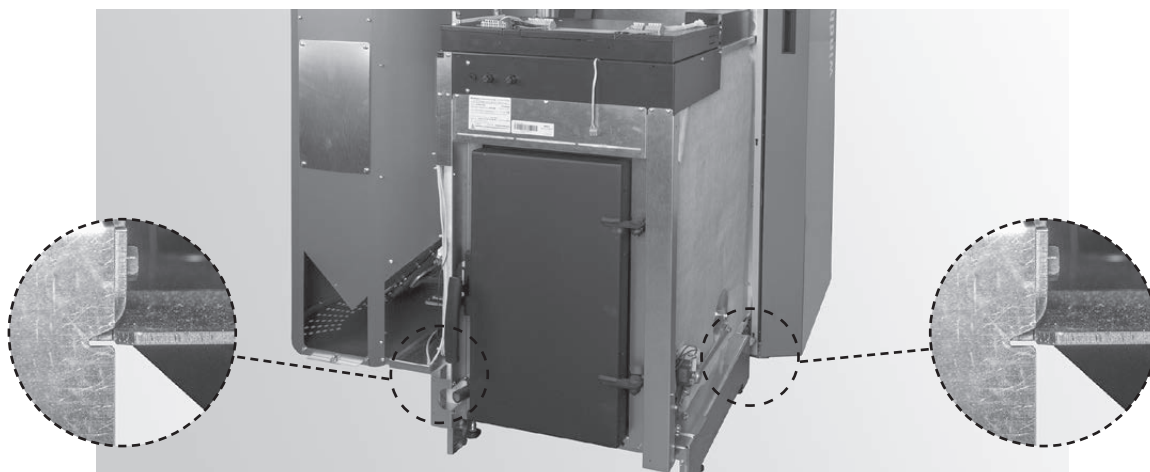

Fig. 115 Caldaia a pellet nell'angolare di posizionamento
- Spingere la caldaia a pellet sulle linguette e riavvitare i piedi di appoggio. La marcatura sulla base deve trovarsi in corrispondenza dell'angolare di posizionamento – Fig. 115.